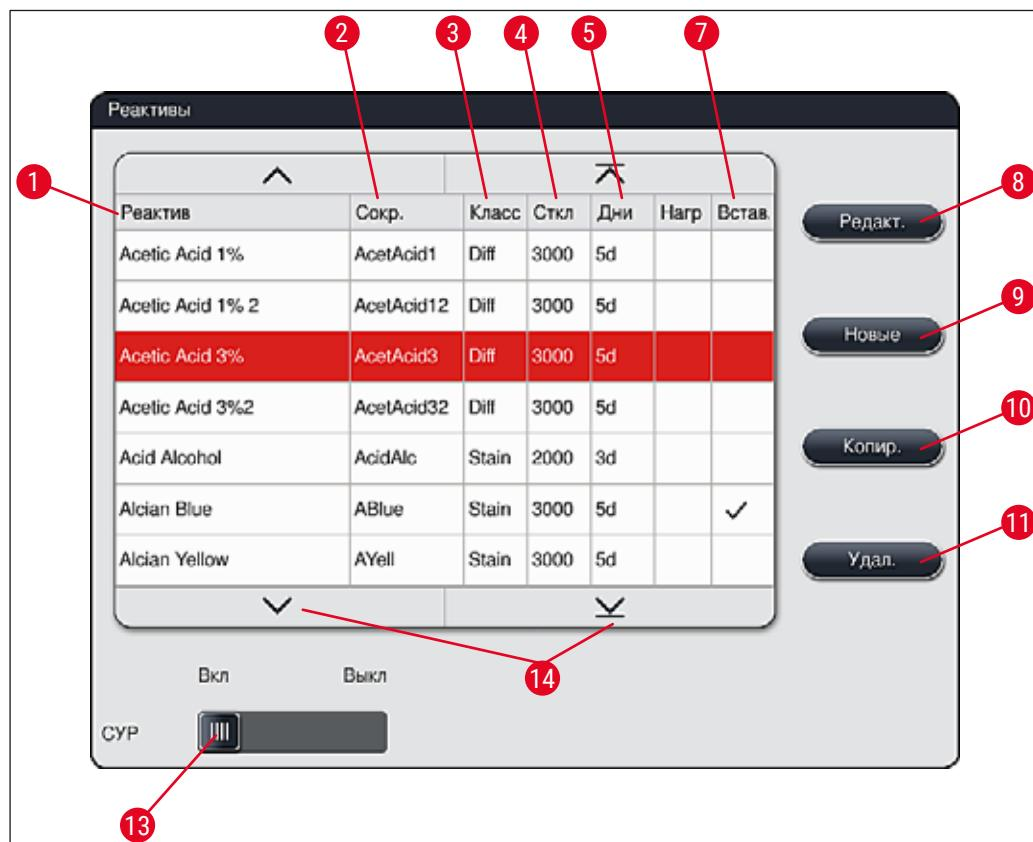

Рис. 36
- Выберите реагент для копирования в список реагентов (→ "Рис. 36"), нажав на него, а затем нажав кнопку **Копир.** (→ "Рис. 36-10").
- Выберите реагент для изменения в списке реагентов (→ "Рис. 36"), нажав на него, а затем нажав кнопку **Редактировать** (→ "Рис. 36-8").